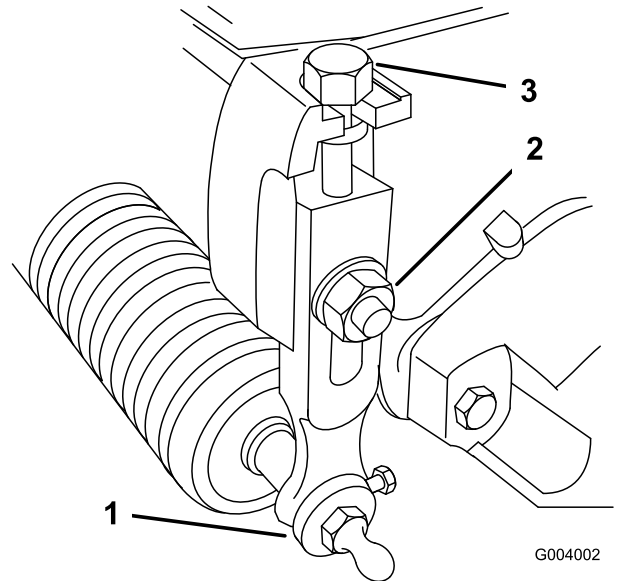

Figura 60
1. Afloje las contratuercas que fijan los brazos de altura de corte a las chapas laterales de la unidad de corte (Figura 60).